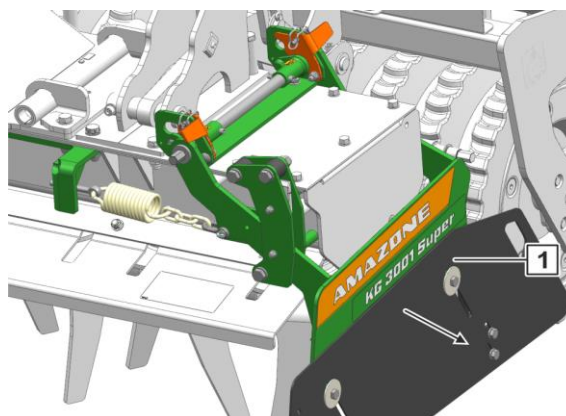

Fig. 145
- Sidepladen (Fig. 145/1) er fastgjort i den yderste position.